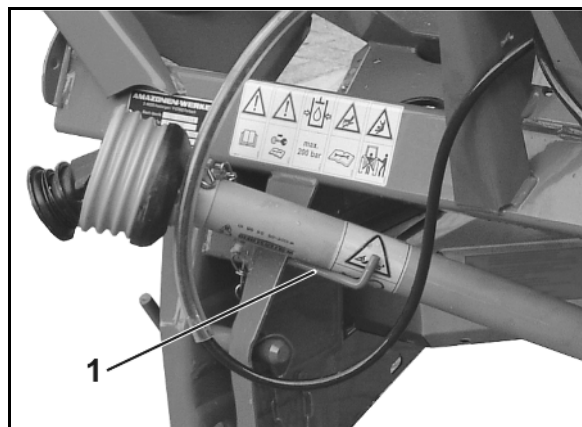

Рис. 35
5. Положите карданный вал на специально предусмотренную подставку (Рис. 35/1).